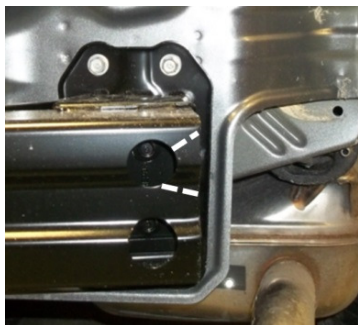

Figure 2
3. **Ouvrir le coffre :** Ouvrir le coffre pour enlever la vis hexagonale (2) qui fixe le carénage de pare-chocs sur le dessous du hayon. Répéter de chaque côté.
5. **Découpe du pare-chocs :** À l'aide d'une meule à rectifier, enlever la matière illustrée à la Figure 2. Des deux côtés.
6. Découpe du pare-chocs : À l'aide d'une meule à rectifier, enlever la matière illustrée à la Figure 2. Des deux côtés.